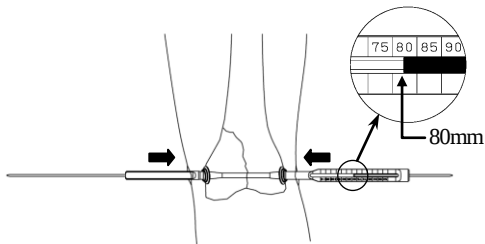

図 3-2
②デプスゲージの軸側をガイドワイヤー越しに内側から挿入し、顆部を挟み込むようにワッシャーを骨面にフィットさせ、スクリュー長を計測します。（図 3-2）